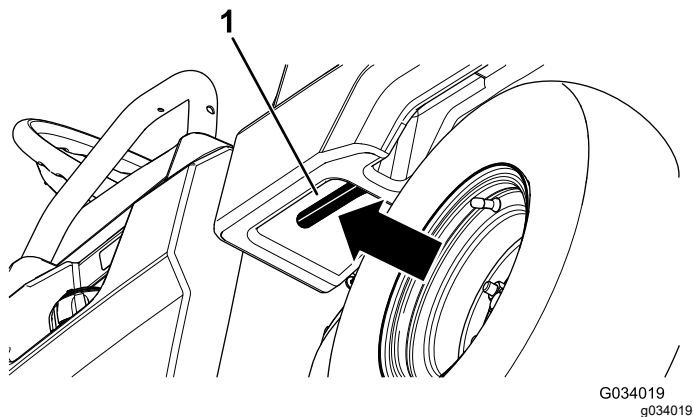

図 11
1. 荷台内側左にあるレバーを引き上げて荷台を持ち上げる 図 11。
1. 荷台内側左にあるレバーを引き上げて荷台を持ち上げる図 11。
1. ラッチバーを引き上げて荷台をかるく持ち上げる図 11)。